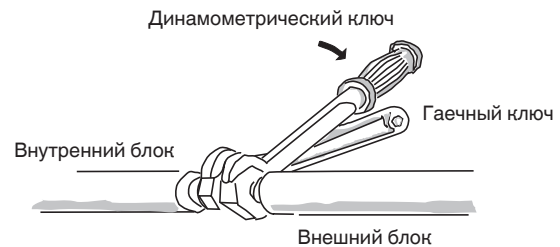

Рис. 5-6
- (1) Плотно соедините трубопровод хладагента с внутренней стороны, выходящий из стены, с трубопроводом с внешней стороны.
- (2) Для закрепления конусных гаек используйте указанный правильный момент затяжки:
- Во время снятия конусных гаек с соединений трубопровода или во время их затяжки после соединения трубопровода, обязательно используйте 2 разводных ключа или рожковых гаечных ключа, как показано. (Рис. 5-6)